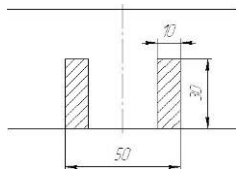

Рис.2.
- подключить провода от клемм розетки к бортовой сети автомобиля в соответствии со схемой рис. 2 с помощью разветвителей проводов;